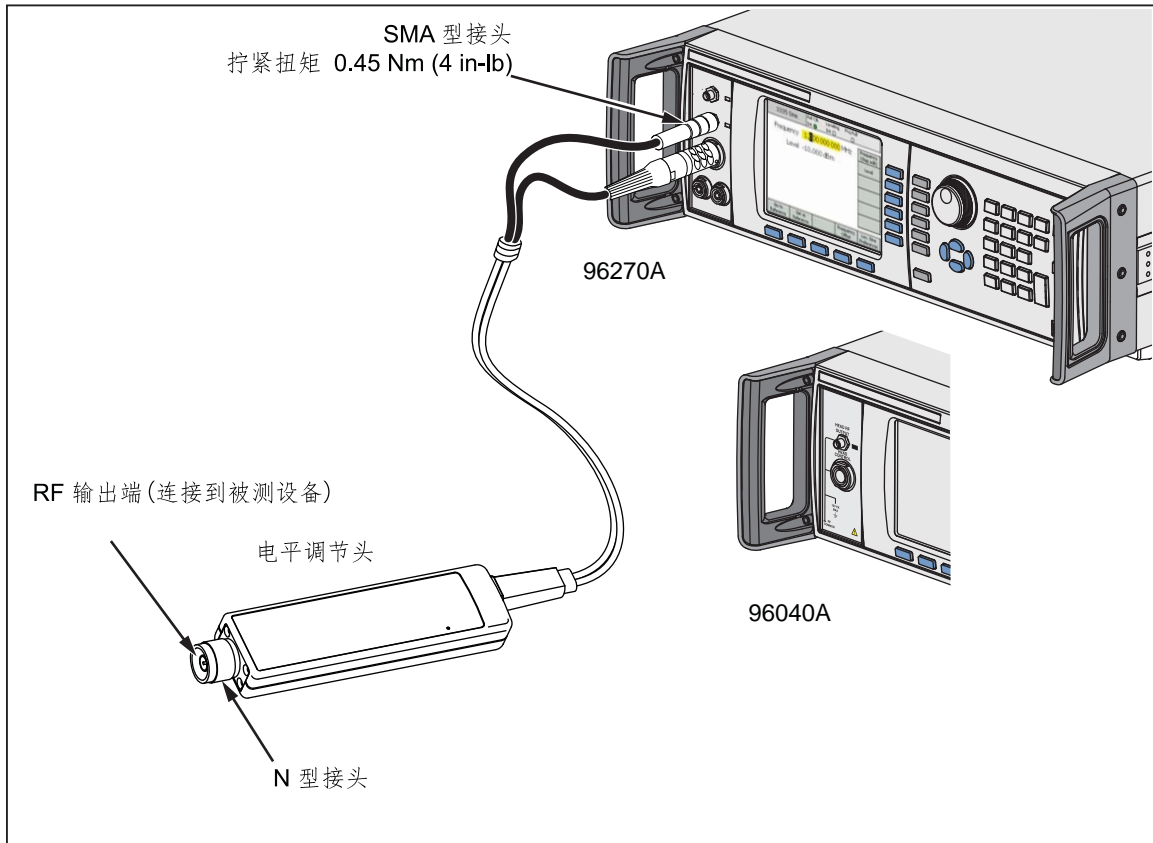

图 3-24. 连接电平调节头
2. 请按图 3-24 所示将多路接头连接到仪器的电平调节头控制接头。用力按压多路接头，直到锁住为止。
3. 请按图 3-24 所示将 SMA 型接头连接到仪器的电平调节头 RF 输出接头。